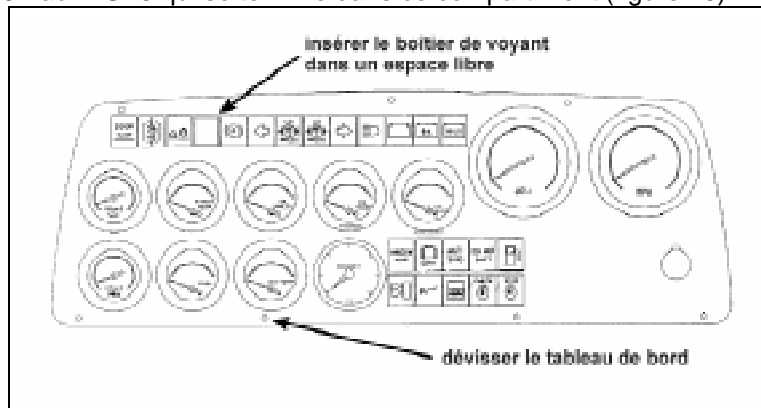

FIGURE 9 : TABLEAU DE BORD
6. Dans la section du conducteur, insérer le boîtier de voyant dans un espace libre du tableau des témoins lumineux (figure 9).
7. Retirer le tableau de bord en dévissant les vis de fixations (figure 9).